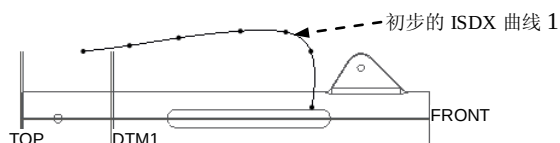

图 8.9.7 初步的 ISDX 曲线 1
(3) 创建初步的 ISDX 曲线 1。
① 单击 **样式** 功能选项卡 **曲线** 区域中的“曲线”按钮 。
② 在操控板中单击  按钮。
③ 绘制图 8.9.7 所示的初步的 ISDX 曲线 1，然后单击操控板中的  按钮。
(4) 对照曲线的曲率图，编辑初步的 ISDX 曲线 1。
① 单击 **样式** 功能选项卡 **曲线** 区域中的“曲线编辑”按钮 ，选取图 8.9.7 所示的初步的 ISDX 曲线 1。